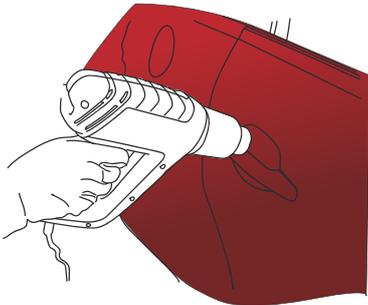

Abbildung 33
- › Sobald die Arbeit beendet ist erhitzen Sie alle Stellen, die stark verformt wurden, mit Hilfe einer Heißluftpistole. (Abb. 33)